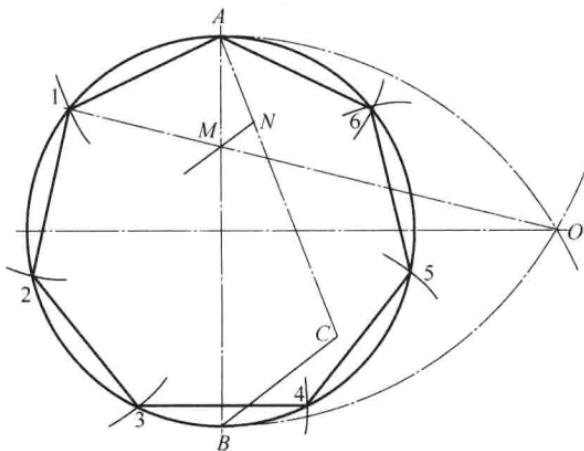

图 1-6 N 等分圆周：精确作图
(4) 任意等分圆周 (精确作图法) 如图 1-6 所示, 过直径